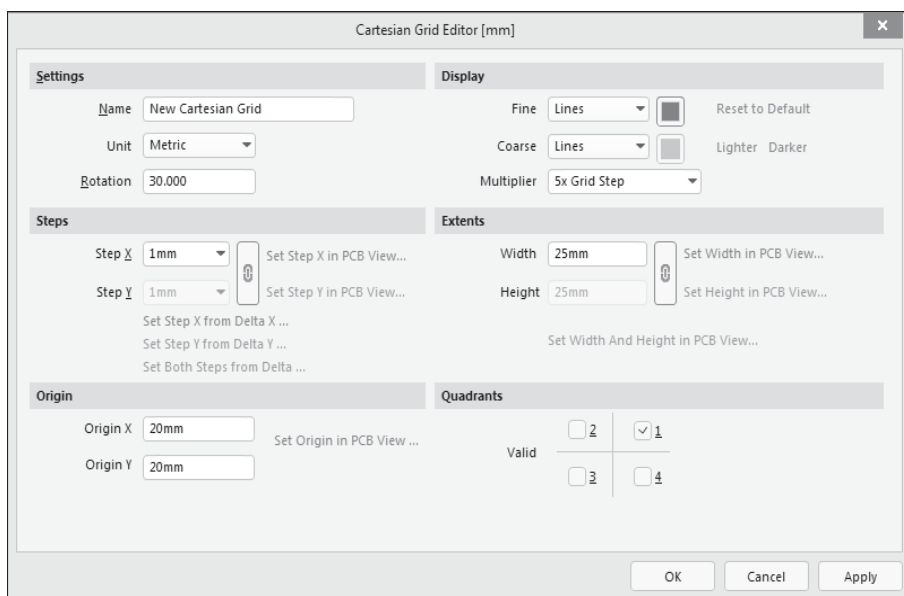

Рис. 3.9. Диалоговое окно настройки пользовательской ортогональной сетки
- При выборе пользовательской ортогональной сетки открывается окно с тем же названием, что и для глобальной сетки, — **Cartesian Grid Editor**, с дополнительными полями (рис. 3.9):